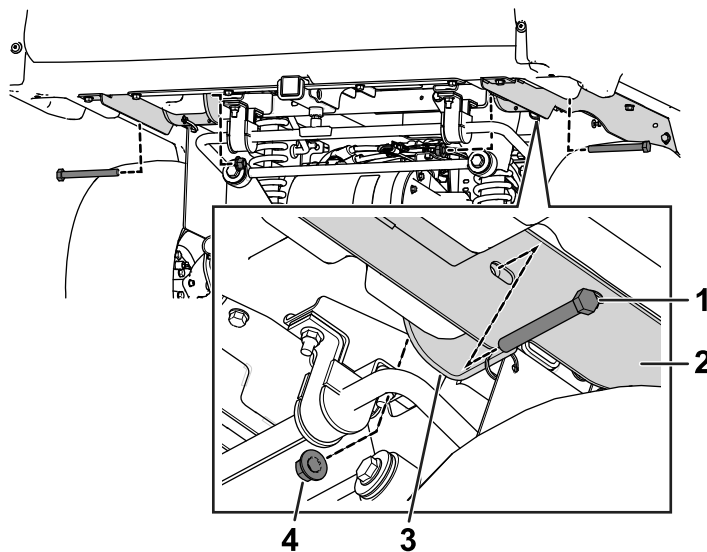

Bild 6
7. Senken Sie die Ladepritsche vorsichtig ab, bis die Löcher in den Schwenkhalterungen mit den Befestigungslöchern in den Ladepritschenstützen ausgefluchtet sind (Bild 6).
($\frac{1}{2}$ " x $4\frac{1}{2}$ ") und zwei Bundmuttern an den Schwenkhalterungen (**Bild 6**).